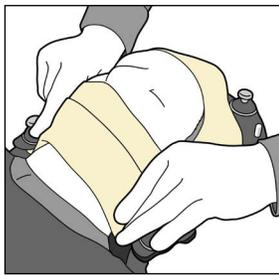

Fig. 13
5. Dobre a parte inferior da máscara para cima, em torno do queixo do paciente, para maior rigidez e estabilidade. (Fig. 13)